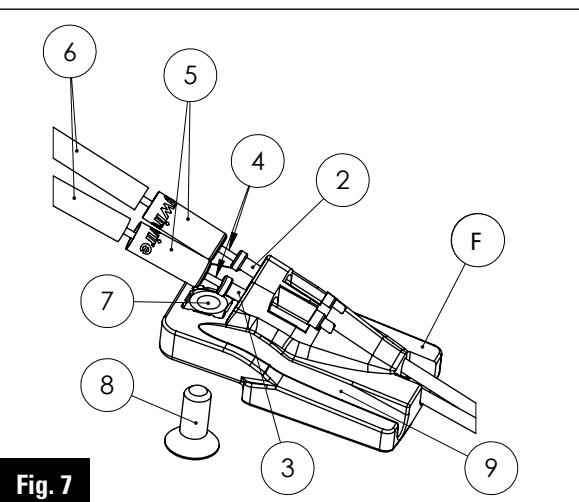

Fig. 7
1 / Placez en butée les liners ② et ③ dans leurs canaux (Fig.7).
2 / Placez les gaines avec leurs embouts (Fig.7).